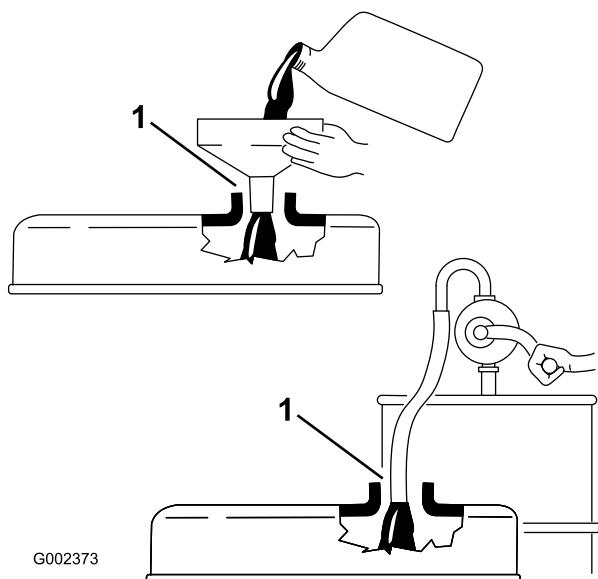

Bild 24
**Wichtig:** Der Ölpeilstab muss entfernt werden, während Sie Öl in den Motor einfüllen. Beim Auffüllen von Motoröl oder Einfüllen von Öl muss ein Abstand zwischen dem Öleinfüllgerät und dem Öleinfüllstutzen in der Ventilöffnung bestehen, siehe Bild 24. Dieser Abstand ist für die Belüftung beim Einfüllen erforderlich, und verhindert, dass Öl in den Entlüfter überläuft.